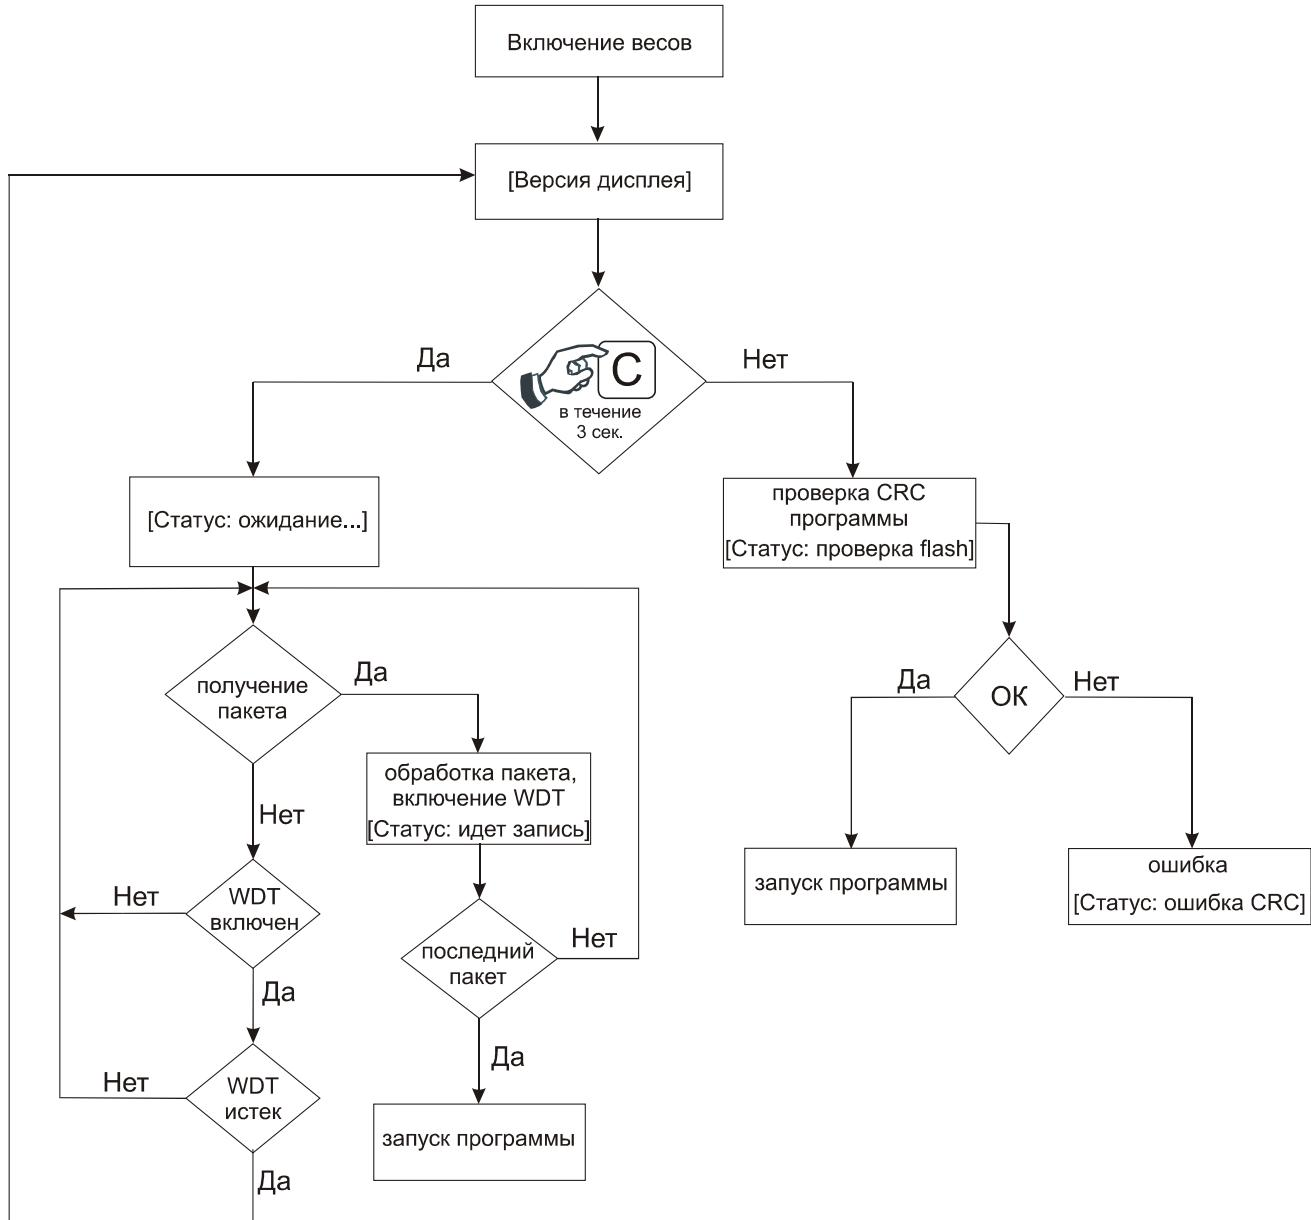

Рисунок 56. Алгоритм работы программы-загрузчика
- Включите весы. При включении весов запускается программа-загрузчик, а на экране в течение нескольких секунд отображается версия дисплея (см. Рисунок 56). Если в это время нажать клавишу С, весы входят в режим ожидания обновления основного ПО, при этом на экране отображается надпись «Загрузчик Штрих-Принт 4.5 Статус: ожидание...». Запустите утилиту для изменения версии ПО - на экране монитора появится окно с отображением хода выполнения программы (см. Рисунок 57), а на экране весов статус сменит значение на «идет запись».